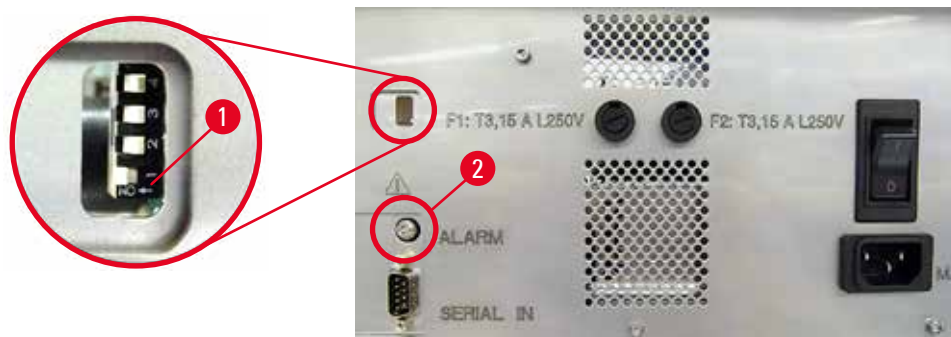

Fig. 41
- » Per disattivare il segnalatore acustico premere l'interruttore più basso (→ "Fig. 41-1") verso destra (→ "Fig. 41").